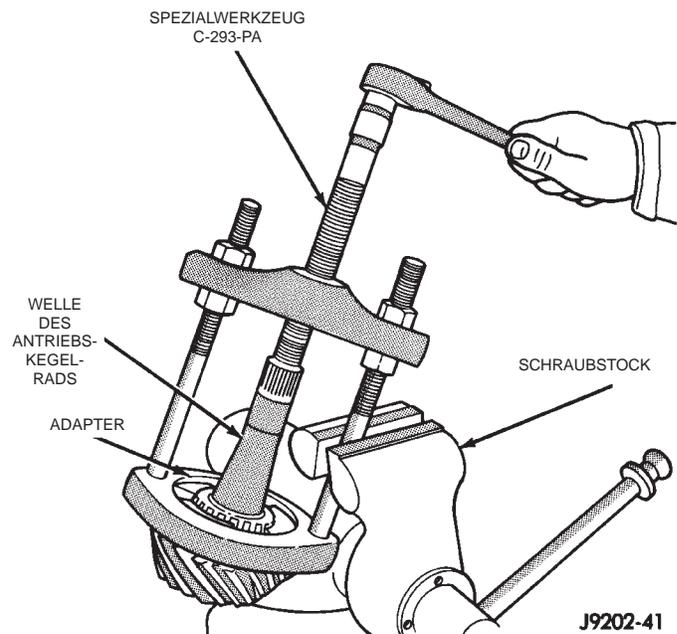

Abb. 42 Inneres Lager ausbauen
(11) Das innere Lager mit den Werkzeugen C-293-PA und C-293-39 vom Antriebskegelrad abziehen (Abb. 42).